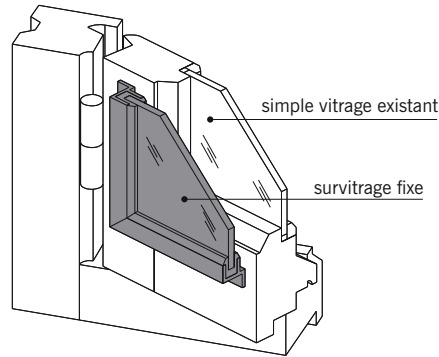
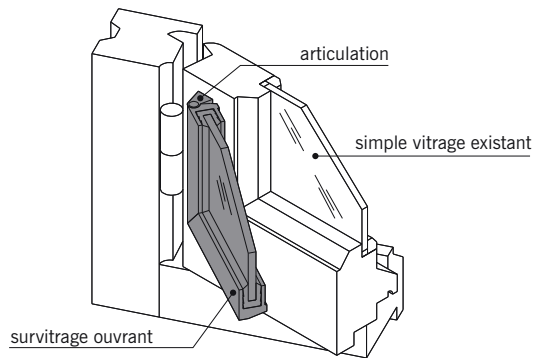

fig. 11.23
fig. 11.24
■ Le **survitrage** : vitrage rapporté sur un simple vitrage existant de manière à créer un double vitrage. Le survitrage mis en place dans un cadre en PVC ou en aluminium peut être fixe (fig. 11.23) ou ouvrant (fig. 11.24).